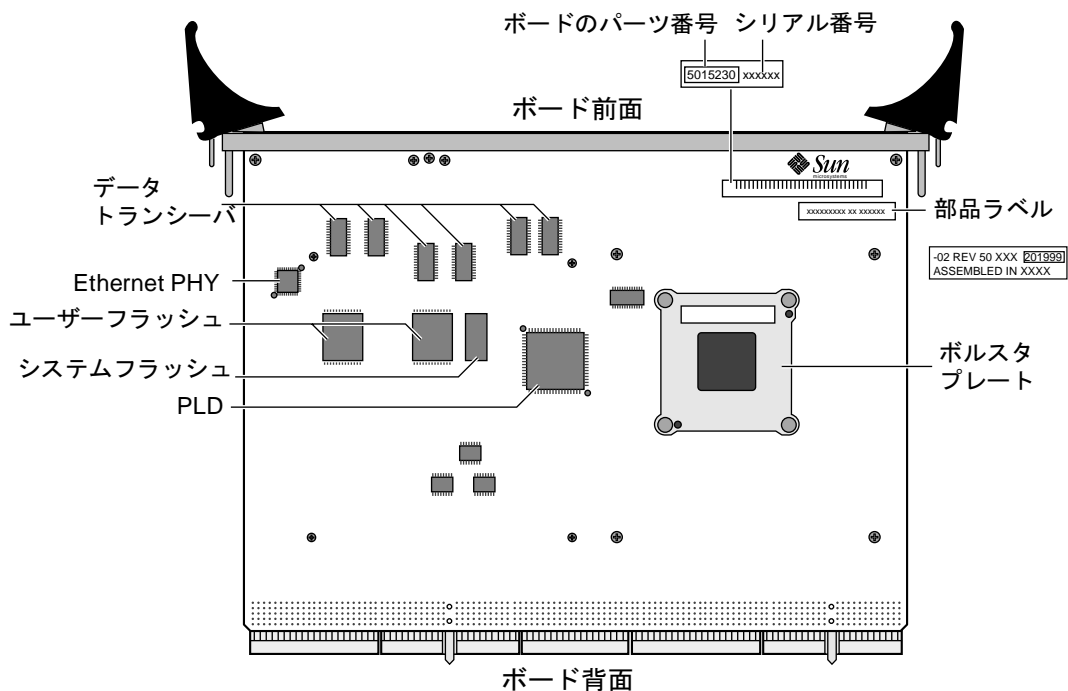

図 1-24 CPU カードの背面 (半田側)
- システムフラッシュメモリー (図 1-24 を参照)。この 1M バイト (8 ビット) のデバイスには、OpenBoot PROM (OBP) および POST (電源投入時自己診断) 用の起動および自己診断のコードが含まれています。